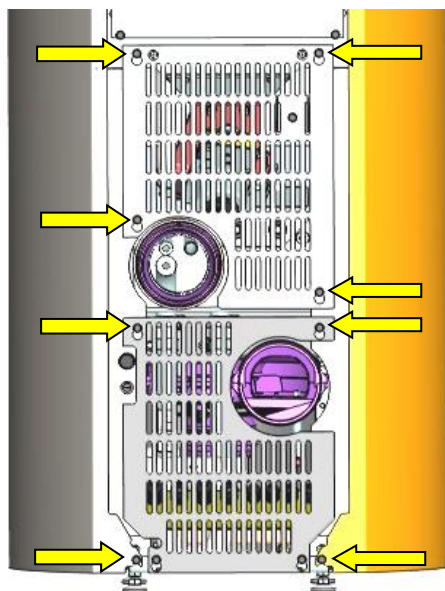

Fig. 15 : retirer l'habillage (face arrière) du Montreal H
1. Desserrer les 8 vis (Fig. 15), puis soulever et retirer les deux tôles d'habillage.